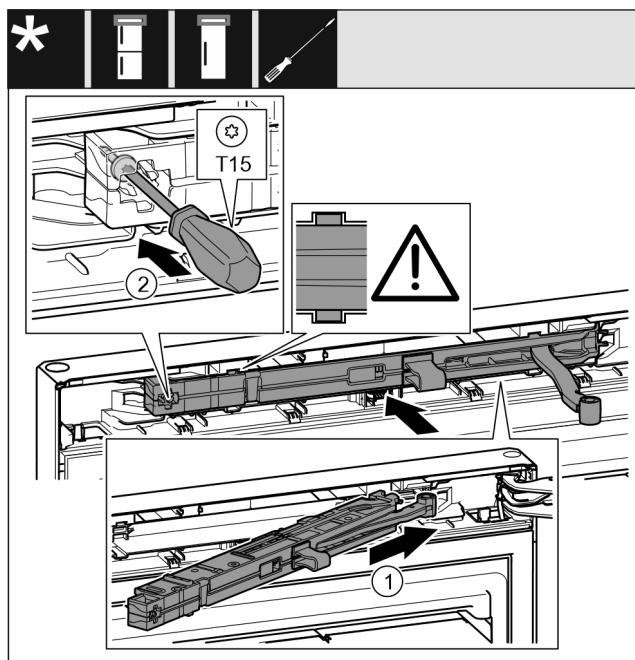

Fig. 29
- ▶ Ωθήστε τη μονάδα αποσβεστήρα κλεισμάτων Fig. 29 (1) στην πλευρά του στηρίγματος μέχρι να τερματίσει λοξά στην εγκοπή.
- ▶ Σφίξτε τη βίδα Fig. 29 (2) με κατσαβίδι.